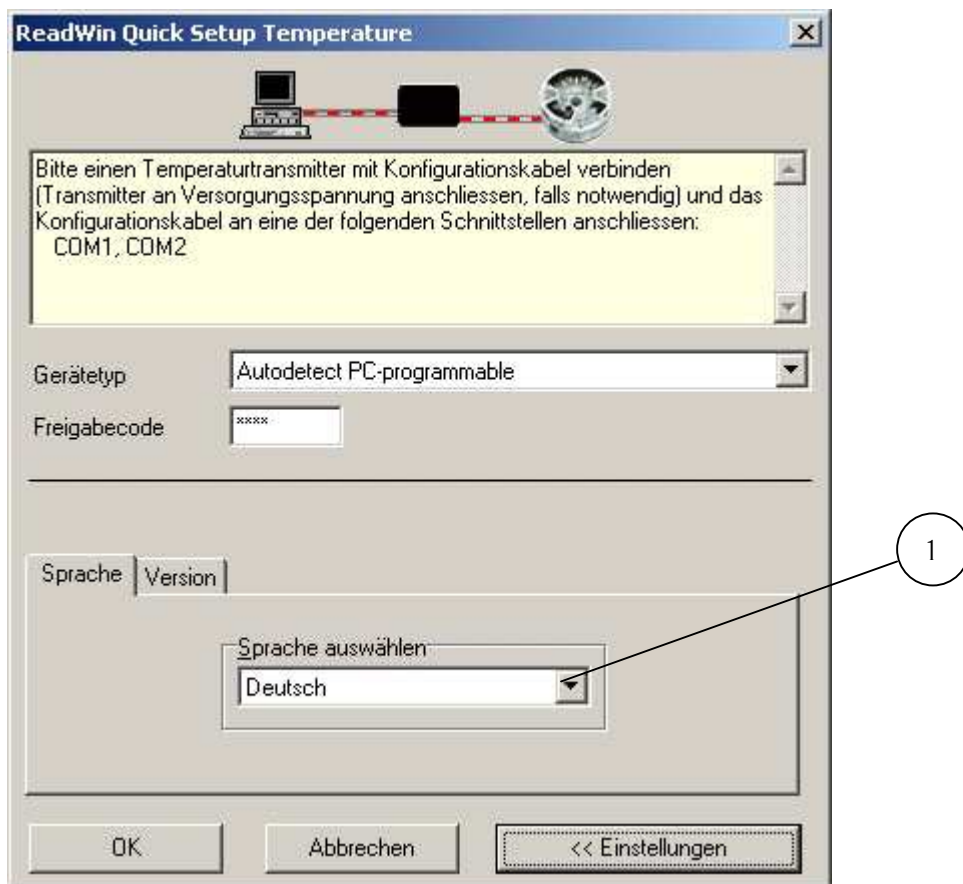

Abbildung 2
Per Default wird die Spracheinstellung angeboten. Über die Auswahlbox "Sprache auswählen" (1) in Abbildung 2 kann die Spracheinstellung auch zur Laufzeit geändert werden. Die Spracheinstellungen werden bei Beendigung des Programms gespeichert, so dass die Einstellung auch beim nächsten Programmstart erhalten bleibt.
The language set-up is offered per default. By using the selection box “Select language” (1) in Fig. 2 the language set-up during this sitting can be changed. The language set-up is stored during the programme operation, this means that the selected language is stored for the next time the programme is started.